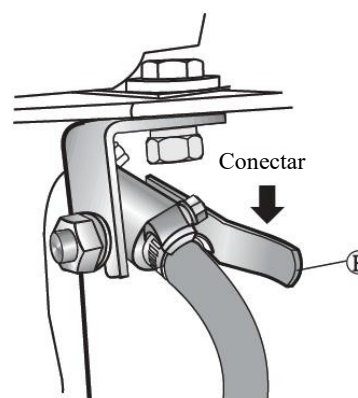

Figura 4-7 Válvula de combustível
- (2) Empurre para baixo a alavanca da válvula de combustível (R) (posição horizontal) para liberar a passagem. (veja a figura 4-7)